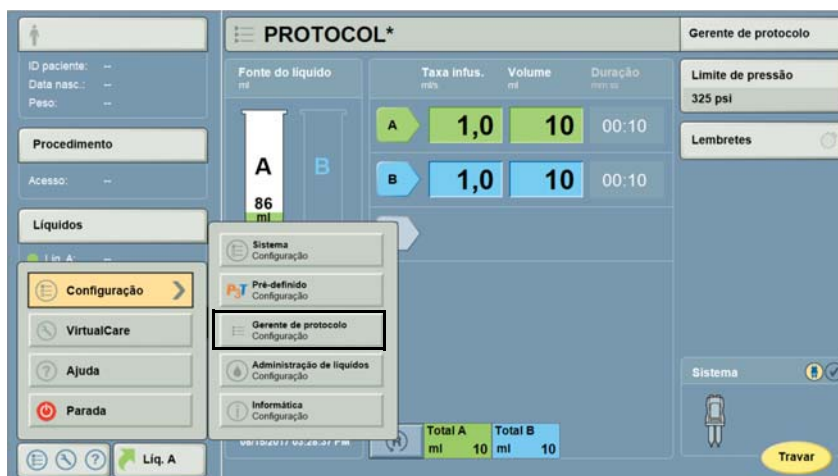

Figura 13 - 5: Categorias de configuração (configuração do gerenciador de protocolos)
2. Selecione **Configurar gerenciador de protocolos**. Consulte Figura 13 - 5: Categorias de configuração (configuração do gerenciador de protocolos).